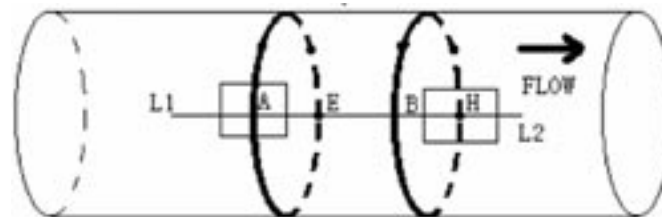

图 1
6. 使用砂纸将 A 点及 H 点附近区域管壁打磨光滑、平整,得到二个安装基本区域 (CPT 探头至少为 $7 \times 5\text{cm}$)。打磨后重新连接 L1、L2 及两个截面圆周,再次得到 A 和 H (见图 1);